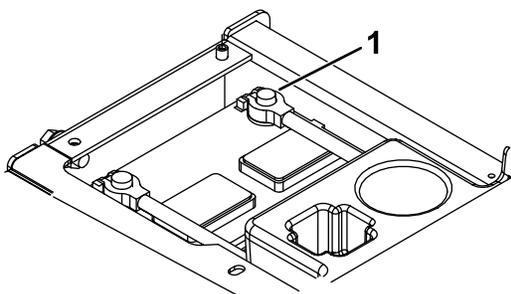

Рисунок 8
11. Отверните и удалите в отходы имеющийся зажимной болт отрицательного (-) кабеля аккумулятора (Рисунок 8).